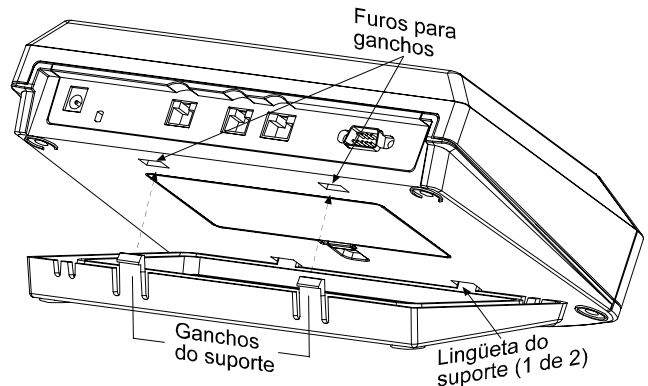

Figura 6 – Montagem Sobre a Mesa
A Consola pode ser colocada sobre uma mesa (Figura 6), ou numa parede (Figura 7). Em ambos os casos, a Consola deve estar perto de uma tomada eléctrica e da linha telefónica.
1. Insira os ganchos do suporte nos furos, como indicado na Figura 6.